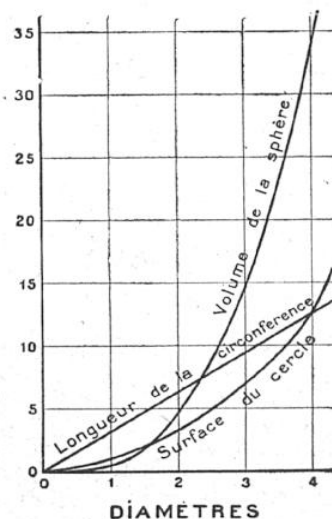

FIG. 9. — COMMENT VARIE, EN FONCTION DE SON DIAMÈTRE, LA LONGUEUR D'UNE CIRCONFÉRENCE, LA SURFACE D'UN CERCLE, LE VOLUME D'UNE SPHÈRE
Nous avons dessiné (fig. 9) la représentation graphique de quelques fonctions particulières simples. Les ques-
et diamètre sont des grandeurs qui varient proportionnellement l'une à l'autre, qui sont directement proportionnelles. Le graphique est une ligne droite (fig. 9) ; on dit encore que la longueur d'une circonférence est une *fonction linéaire* du diamètre. De même que la ligne droite est la plus simple de toutes les lignes, la fonction linéaire est la plus simple de toutes les fonctions. C'est sur la fonction linéaire qu'est fondée la fameuse « règle de trois » qu'on étudie à l'école primaire ; ce serait une erreur grossière de croire que la règle de trois peut s'appliquer toujours et partout ; nous aurons l'occasion de préciser ce point dans un instant.
Le graphique représentatif de la surface d'un cercle en fonction de son diamètre (fig. 9) est une parabole (1), c'est-à-dire une des courbes (fig. 8) qu'on trouve en coupant un cône par un plan. On dit aussi que la surface d'un cercle est une *fonction quadratique* du diamètre, parce que la surface est proportionnelle au carré du diamètre. Et voilà l'exemple annoncé d'un emploi abusif de la règle de trois : sous prétexte qu'un disque de 2 centimètres de diamètre couvre 3 cm^2 14, il n'en faudrait pas conclure qu'un disque de diamètre deux fois plus long couvrirait une surface deux fois plus étendue ; on obtiendrait, de cette façon, 6 cm^2 3, tandis que la théorie et l'expérience s'accordent pour donner 12 cm^2 6, c'est-à-dire un nombre
(1) Après la ligne droite, c'est la parabole qui est la ligne la plus simple.